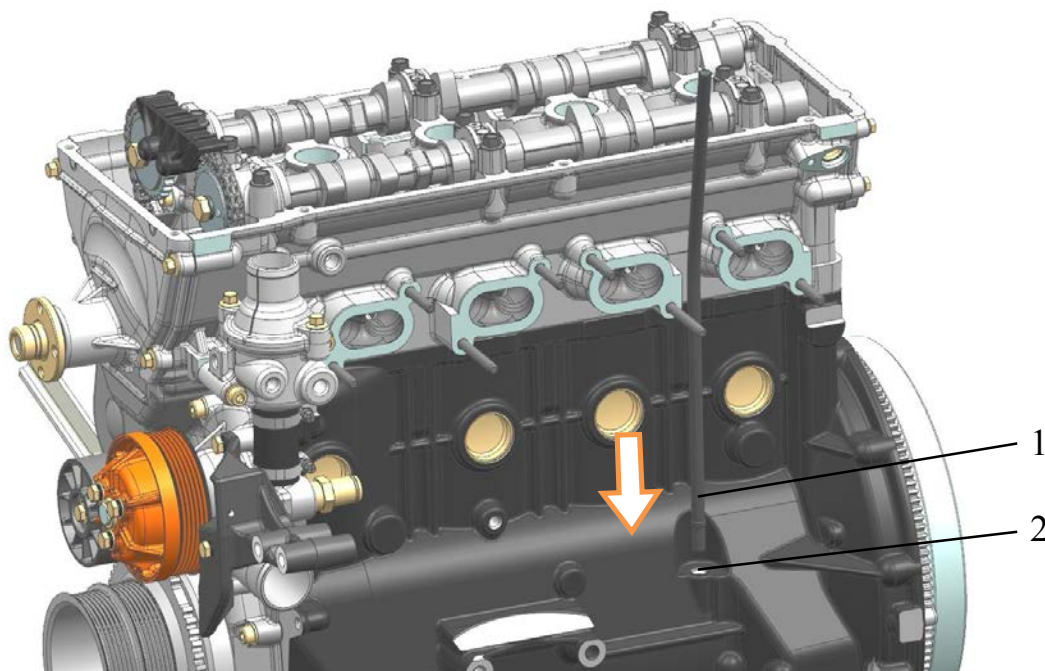

Рис.173. Установка трубки указателя уровня масла:
**20.** При необходимости установки трубки указателя уровня масла нанести на поверхность нижнего конца трубки указателя уровня масла 1 (рис.173) анаэробный герметик «Loctite-638» или «Euroloc 6638» либо аналогичный. Запрессовать трубку указателя уровня масла в отверстие 2 блока цилиндров до упора